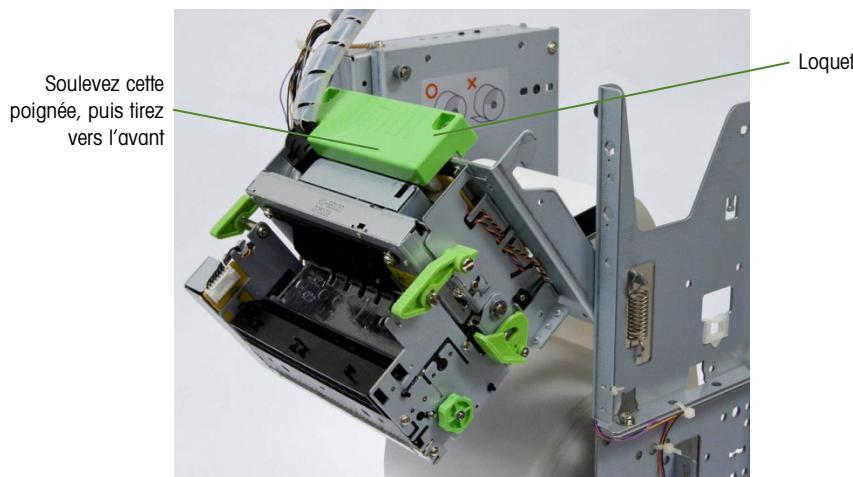

Figure 2-15: Tête d'impression relâchée pour le chargement du papier
- 7. Pour charger le papier dans l'imprimante, toute la tête d'impression doit être tournée vers l'avant en soulevant la grande poignée verte centrale (Figure 2-15) pour désengager le loquet, puis en tirant vers l'avant.